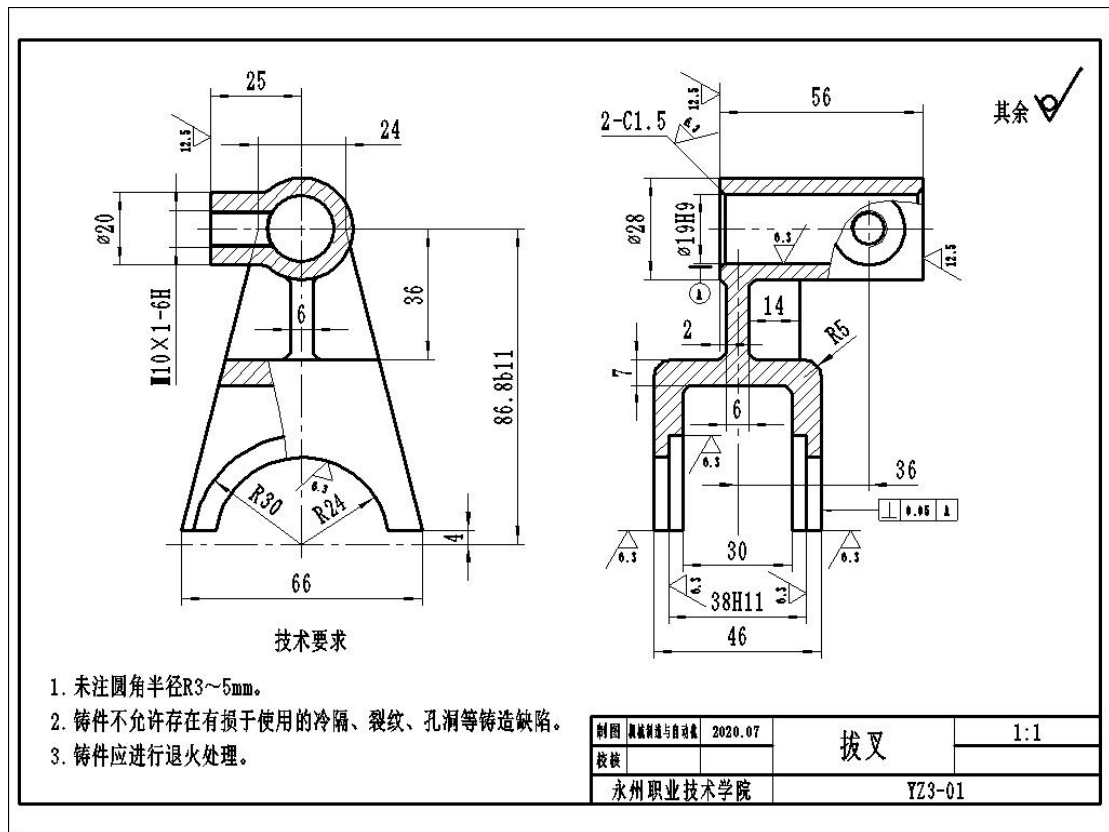

图 3-1 拨叉零件图
**任务 1:** 识读拨叉零件图 (如图 3-1 所示), 根据零件图要求, 利用三维设计软件正确绘制草图, 选择合适的特征建模方法完成零件三维造型;